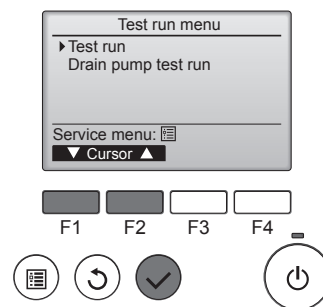

Fig. 7-2
- 2 Selecteer "Test run" (Proefdraaien) in het Test run-menu (Proefdraaien) en druk op de toets [SELECTEREN]. (Fig. 7-2)